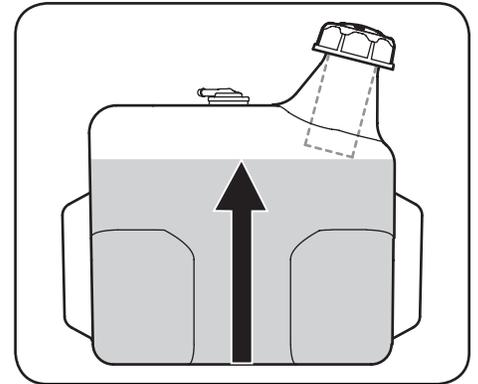

Figura 2-9
- Cargue el depósito de combustible con gasolina. Sólo se debe utilizar gasolina limpia, nueva (con menos de 30 días de antigüedad) y sin plomo. Llene el depósito no más de 1/2" por debajo de la base del cuello de llenado dejando espacio para la expansión del combustible. Consulte la Figura 2-9.
- Vuelva a colocar la tapa del combustible. **¡IMPORTANTE:** No llene en exceso el depósito de combustible. Llene el depósito no más de 1/2" por debajo de la base del cuello de llenado dejando espacio para la expansión del combustible. Consulte la Figura 2-9.